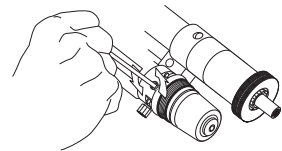

Abb. 12
- 2) den Verschluss an der Entlüftung (L) mit einem Inbusschlüssel (3 mm.) losschrauben, siehe Abb. 12;